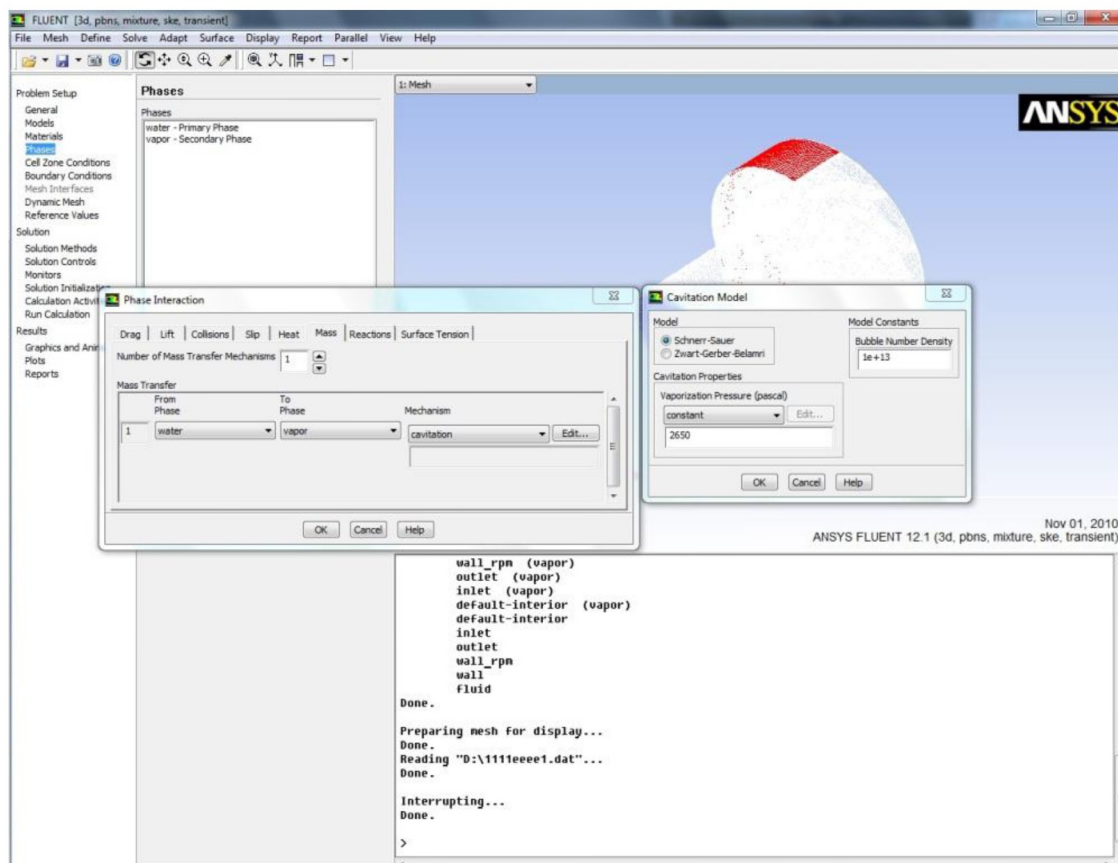

Рисунок 28 – Панель взаимодействия фаз (*Phase Interaction*)
- устанавливается значение давления насыщенных паров *Vaporization Pressure* до 2650 и сохраняются значения по умолчанию для других параметров (рисунок 28).